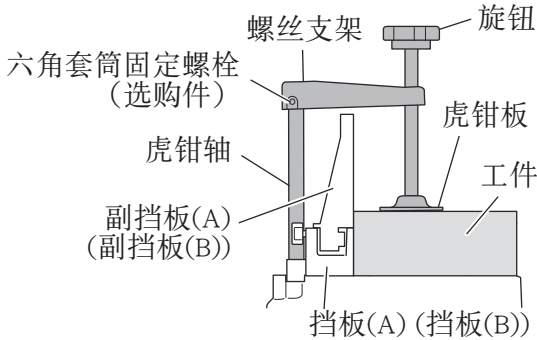

图20
3. 使用虎钳组件（标准附件）（图20）
(1) 可将虎钳组件安装在底座上。
(2) 转动上旋钮并将工件牢牢固定到位。(图20)